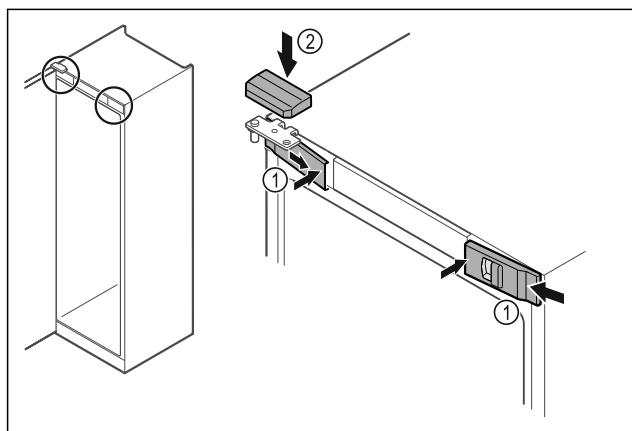

Fig. 54
- Acroșați apărătorile frontale Fig. 54 (1) lateral și fixați-le în poziție la interior.
- Fixați în poziție apărătoarea superioară Fig. 54 (2) de sus.